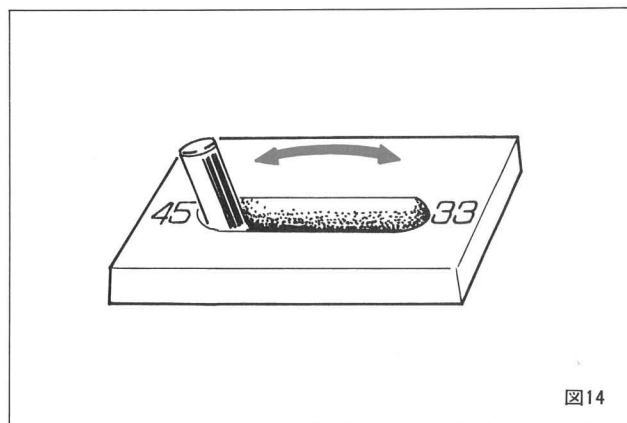

図14
- ④ スピード切換レバーを演奏するレコードの回転数に合わせます。(図14)